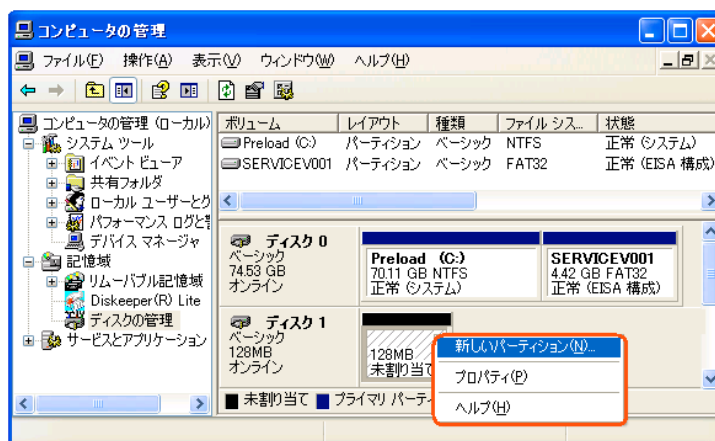

図 11: 新しいパーティションとフォーマットを行う
- 図 11 のように“未割り当て”のディスクで右クリックし”新しいパーティション(N)”メニューを選択すると、”新しいパーティション ウィザード”のポップアップ・メニューが表示されます。このウィザードで全領域をプライマリパーティションとして NTFS でフォーマットします。